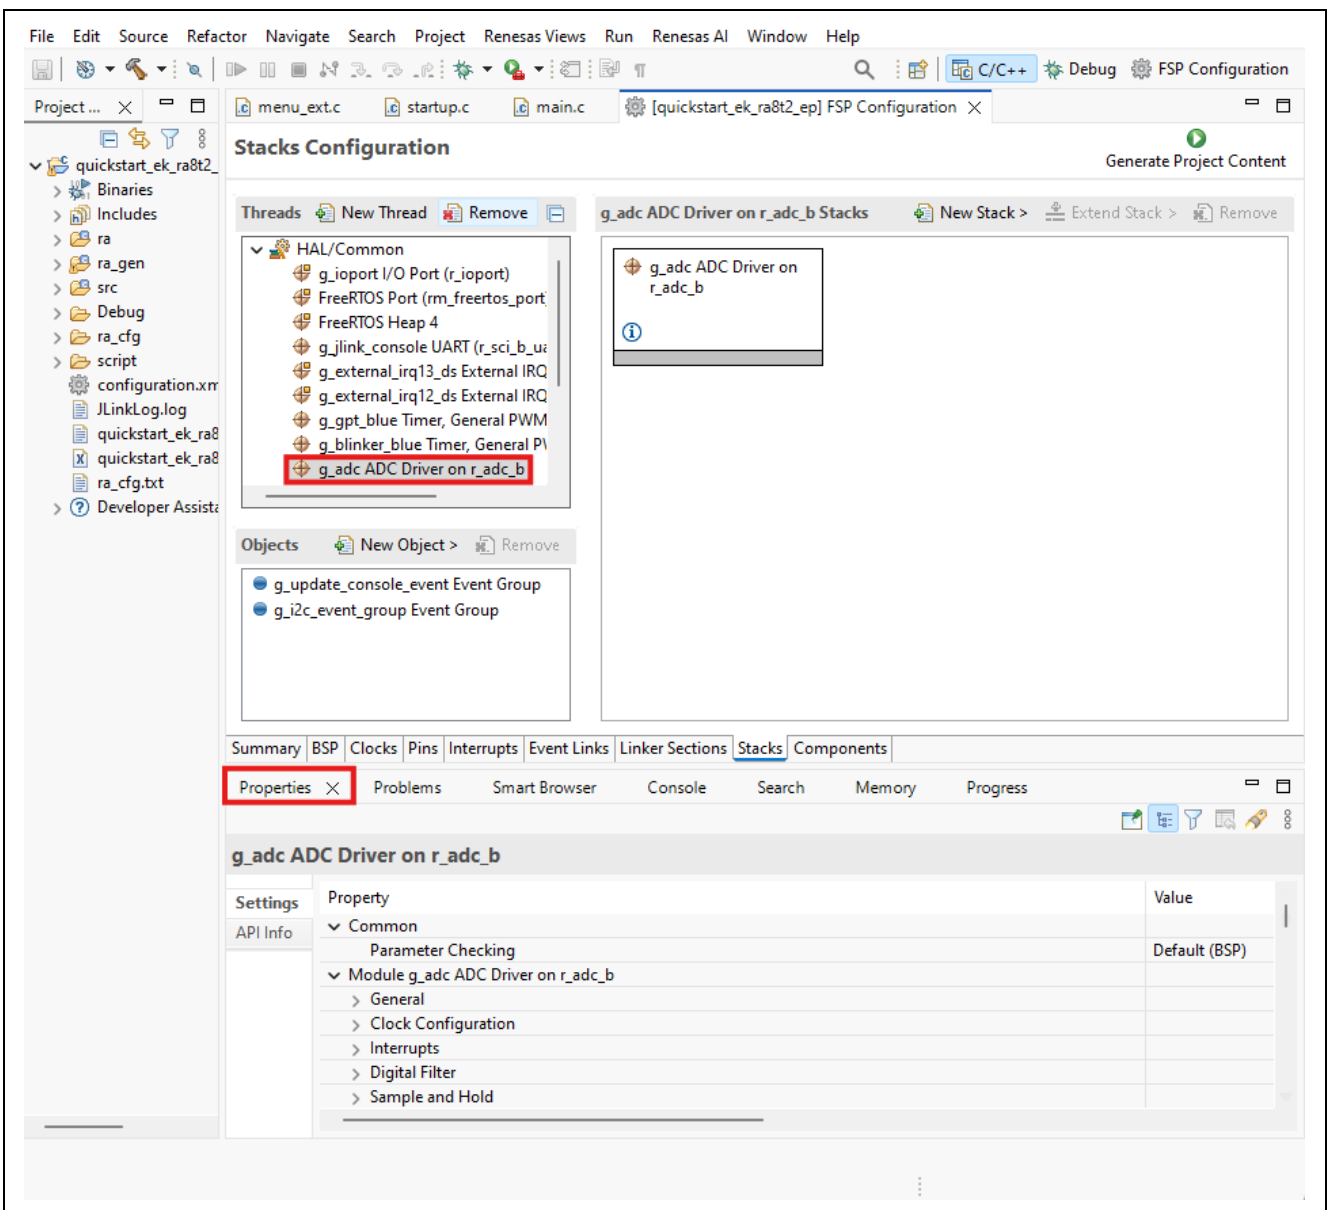

図 22. Configuration 設定の変更
2. たとえば、FSP Configuration ウィンドウの **[Stacks]** タブで、ユーザはモジュールをクリックして選択し、必要に応じて **Properties [プロパティ]** タブで Configuration 設定を変更できます。図 22 は、ADC ドライバ設定の変更を示しています。